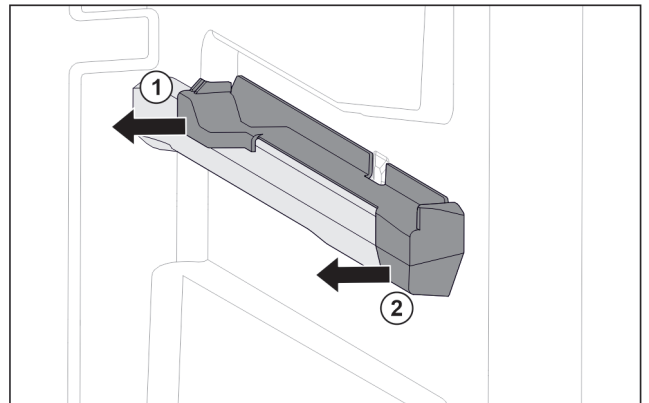

Fig. 82 Påsætningsdel på den højre beholderrist
- ▶ Træk den bageste del af påsætningsdelen af og til siden. Fig. 82 (1)
- ▶ Træk den forreste del af påsætningsdelen af og til siden. Fig. 82 (2)